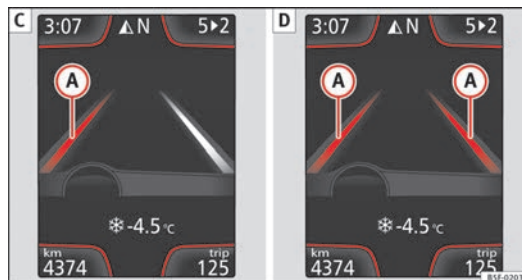

Fig. 102 Sur l'écran du tableau de bord : Indication sur l'écran de l'assistant de maintien de voie (exemple 2).
- L'assistant travaille, la ligne jaune (A) indique un risque de dépasser involontairement la ligne de la voie et il intervient sur la direction pour corriger la trajectoire → fig. 102 [C].
- Les deux lignes jaunes (A) s'allument en même temps lorsque les deux lignes de voie sont reconnues et que la fonction de guidage au centre de la voie → fig. 102 [D] est activée.